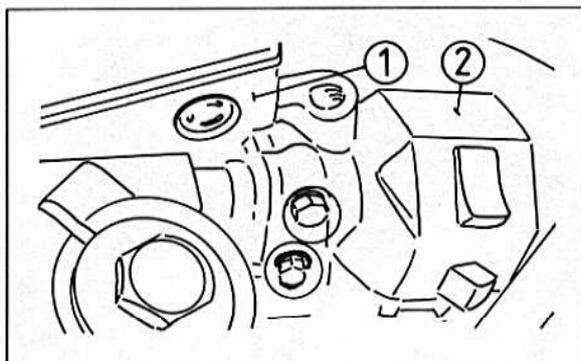

Bild 353
- Den Lenkerschalter links und rechts abschrauben (Bild 353).